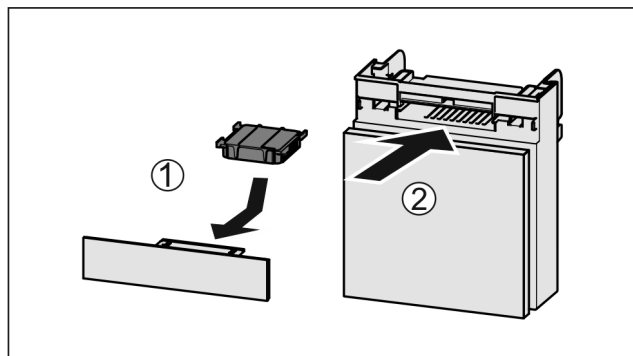

Fig. 190
- Filtr s aktivním uhlím vložte podle vyobrazení Fig. 190 (1).
- Filtr s aktivním uhlím zacvakne. Když filtr s aktivním uhlím směřuje dolů: ► Zásuvku zasuňte Fig. 190 (2).